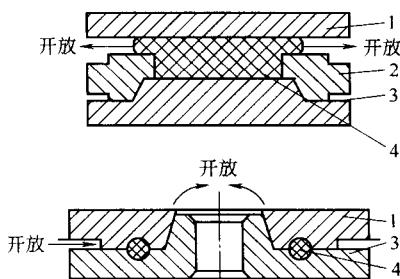

图 1-2 开放式压模
(1) 开放式压模 图 1-2 为开放式压模。这种压模只在完全闭合时，上模、下模的端面才接触闭合。在整个闭模行程中型腔一直是敞开的，因此易排出型腔内的气体，但胶料流失较多，一般在 10%~15%，制品越小，流失胶量越大，因而造成缺胶而出废品的可能性也大。此外，其最大缺点是压制时胶料所受的压力不大、致密性差，从而影响制品的物理机械性能。但因其结构简单、造价低，目前仍被大多数工厂广泛应用在一些质量要求一般的模型制品上。